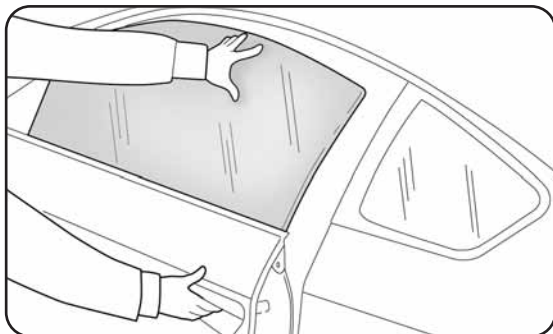

fig. 58
**ATTENTION** En situation de verrouillage centralisé, si l'on tire le levier interne d'ouverture d'une porte, on obtient la désactivation de la fermeture de toutes les portes. En cas de coupure de l'alimentation électrique (fusible grillé, batterie débranchée, etc.) on peut néanmoins actionner manuellement le verrouillage des portes; puisque, dans ce cas, la fonction d'ouverture automatique des vitres n'est pas disponible, pour ouvrir ou fermer la porte dont la vitre est fermée, exercer une pression sur la vitre vers l'intérieur de la voiture (voir fig. 58), pour faciliter le passage de la vitre sur la moulure.